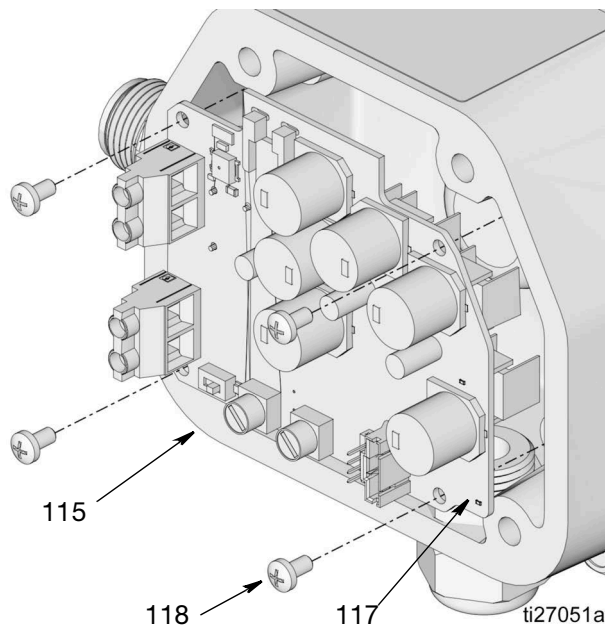

Рис. 69
- Установите новую плату управления электродвигателем (117) в корпус (115) с помощью винтов (118) (Рис. 69). Затяните с усилием 8 - 10 дюймов на фунт (0,9 - 1,1 Н-м).